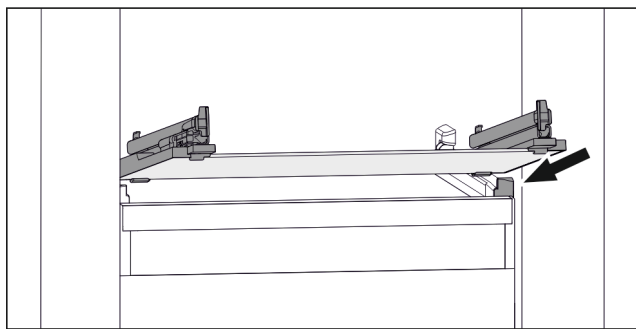

Fig. 115 Simbolična slika steklene plošče
- ▶ Stekleno ploščo postavite v poševnem položaju za zaustavljalniki. (glejte Fig. 115)